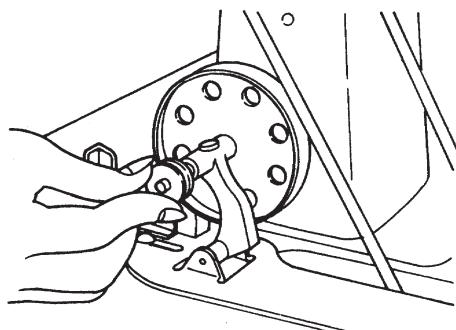
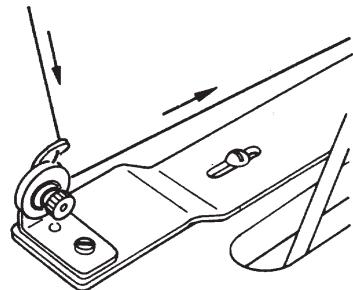
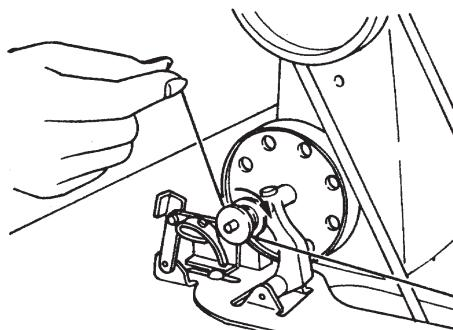
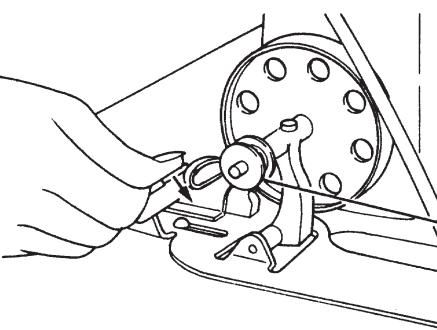

Fig. 13 ① Inserte el carrete en el eje de la polea
Fig. 14 ② Hilo entre los discos de tensión
Fig. 15 ③ Enrolle el hilo en el carrete
Fig. 16 ④ Baje el fiador
① Primero, inserte el carrete en el eje de la polea del bobinador, hasta el fondo. (Fig. 13). ② Saque el hilo del carrete de hilo, páselo por el ojal guía en el herraje de tensión del hilo, enróllelo desde el lado opuesto de los 2 discos de tensión, dirigiéndolos hacia el operario.(Fig. 14). ③ Luego enróllelo 3 a 4 veces alrededor de la bobina, desde el lado inferior.(Fig. 15). ④ Si se hace descender al fiador, hacia adelante, empujándolo con el dedo pulgar, la polea del bobinador tendrá contacto con la correa. (Fig. 16). Haga funcionar la máquina.Cuando en el carrete haya hilo suficiente, se soltará el fiador deteniéndose el bobinador, completando el enrollado del carrete.